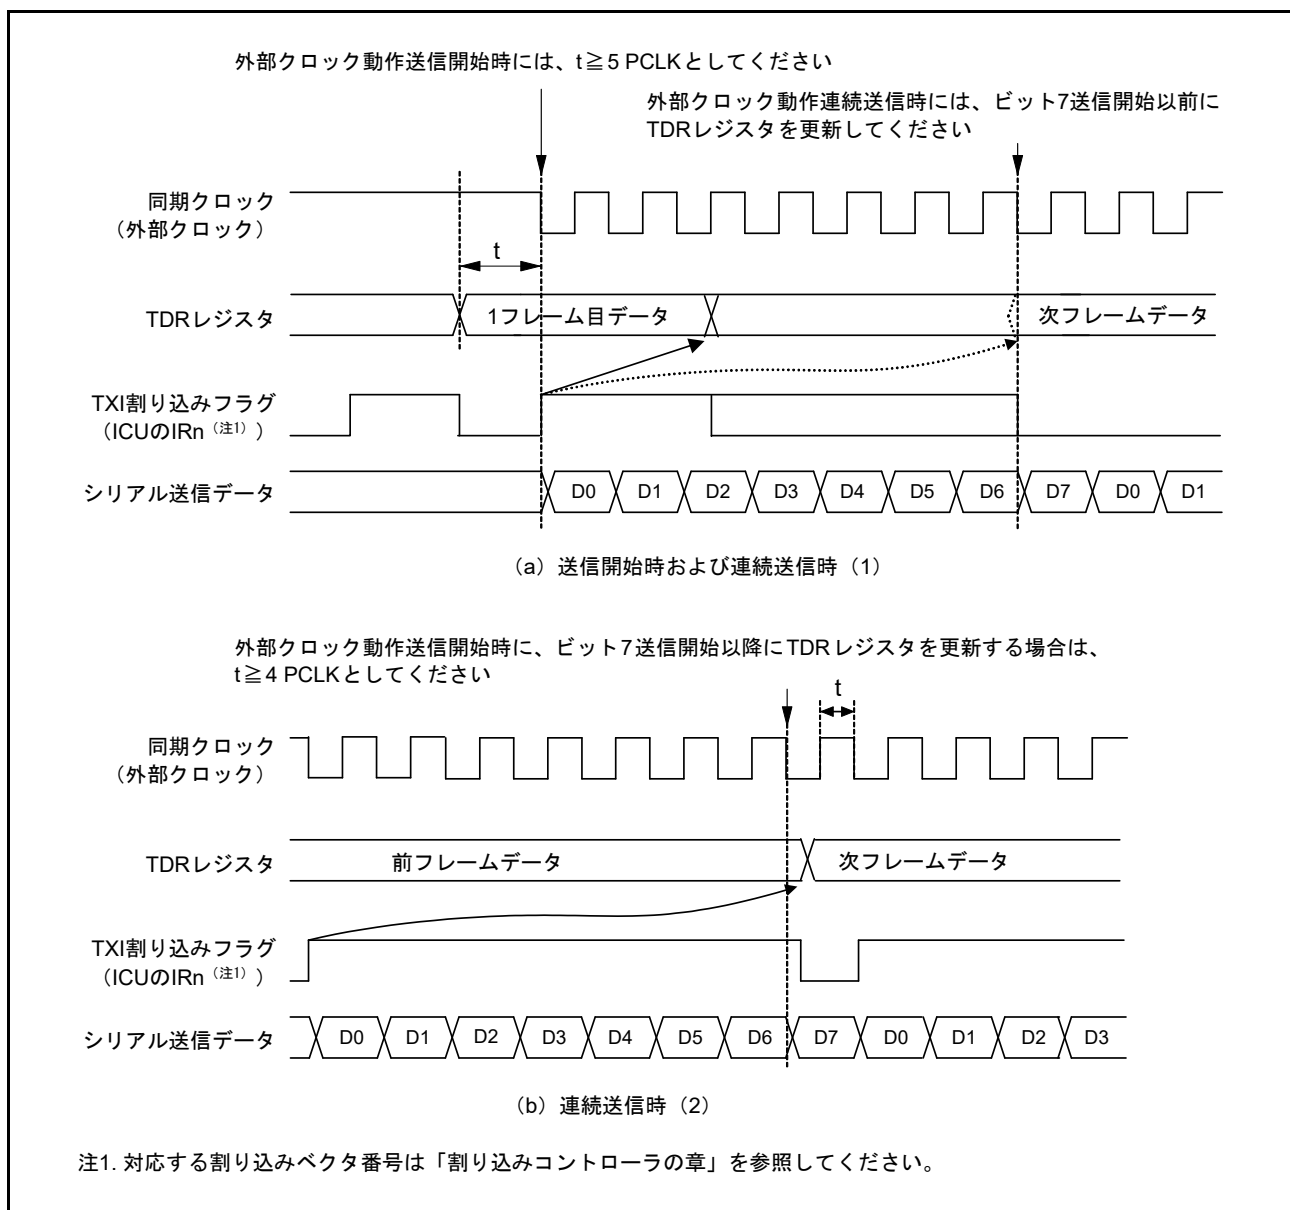

図 33.75 クロック同期式モード送信での外部クロック使用の制約事項
CPU、DMAC または DTC による TDR レジスタの更新後、PCLK で 5 クロック以上経過した後に送信クロックを入力してください (図 33.75 参照)。
(2) 連続送信時
- ビット7の送信クロックの立ち上がり以前に、TDR レジスタまたは TDRL レジスタに次の送信データを書き込んでください (図 33.75 参照)。
- ビット7送信開始以降に TDR レジスタを更新する場合は、同期クロックが Low の期間に TDR レジスタを更新し、かつビット7の送信クロックの High 幅を、4 PCLK 以上にしてください (図 33.75 参照)。